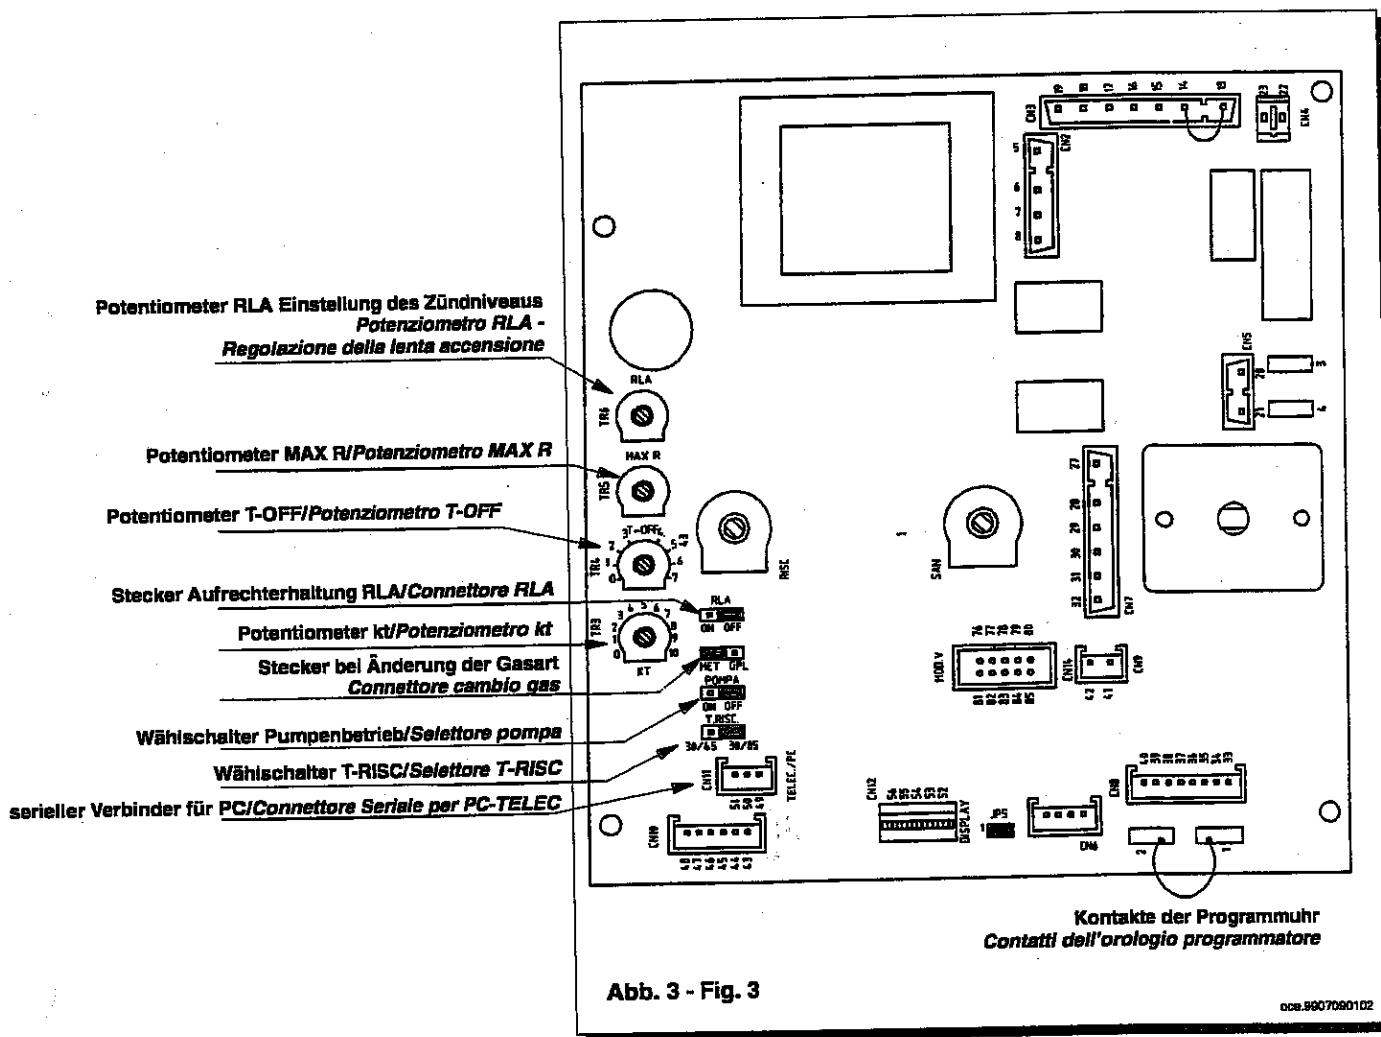

Abb. 3 - Fig. 3
Die Einstellung des Außenfühlers erfolgt durch den Potentiometer TR3 auf der elektronischen Platine (Abb. 3) und den Einstellknopf auf Heizung (1 - Abb. 6).
La regolazione della sonda esterna si effettua tramite il potenziometro TR3 posizionato sulla scheda elettronica (Fig. 3) e la manopola di regolazione in riscaldamento (1 - Fig. 6).
- den Motor der Programmiereinheit an den Verbinder der elektronischen Hauptplatine (Klemmen 3 und 4 auf Abb. 3) anschließen;
- die Brücke des Verbinder Gasumstellung auf MET für den Betrieb mit Methan oder auf GPL für den Betrieb mit Flüssiggas stellen (Abb. 3 auf Seite 8).